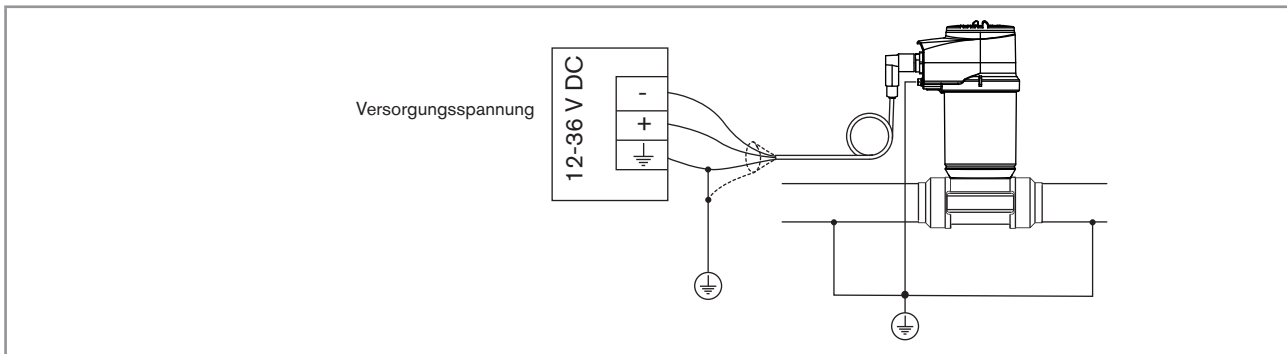
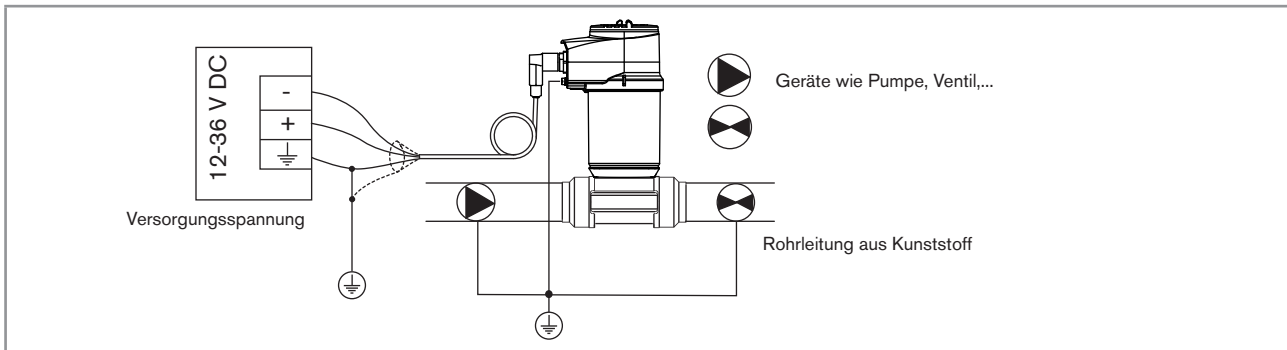

Bild 15 : *Prinzipialschaltbilder einer Äquipotentialität bei Rohrleitungen aus Metall*
Bild 16 : *Prinzipialschaltbilder einer Äquipotentialität bei Rohrleitungen aus Kunststoff*
- Auf vorschriftsmäßige Erdung der Abschirmung des Versorgungskabels achten (siehe Bild 15 und Bild 16).
- Geben Sie darauf besonders acht, wenn das Gerät auf Kunststoffrohren installiert wird, weil keine direkte Erdung möglich ist. Zur Ordnungsgemäßen Erdung alle die sich in der Nähe des Geräts befindenden metallischen Apparate, wie Ventile oder Pumpen, an den selben Erdungspunkt anschließen (siehe Bild 16).